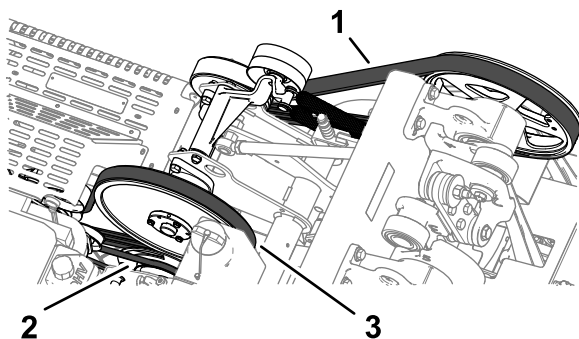

Figura 175
2. Inspectați pompa hidraulică, arborele intermediar și curelele arborelui cotit (Figura 175) pentru deteriorări, uzură, fisuri excesive ale pernei sau reziduuri mari acumulate.